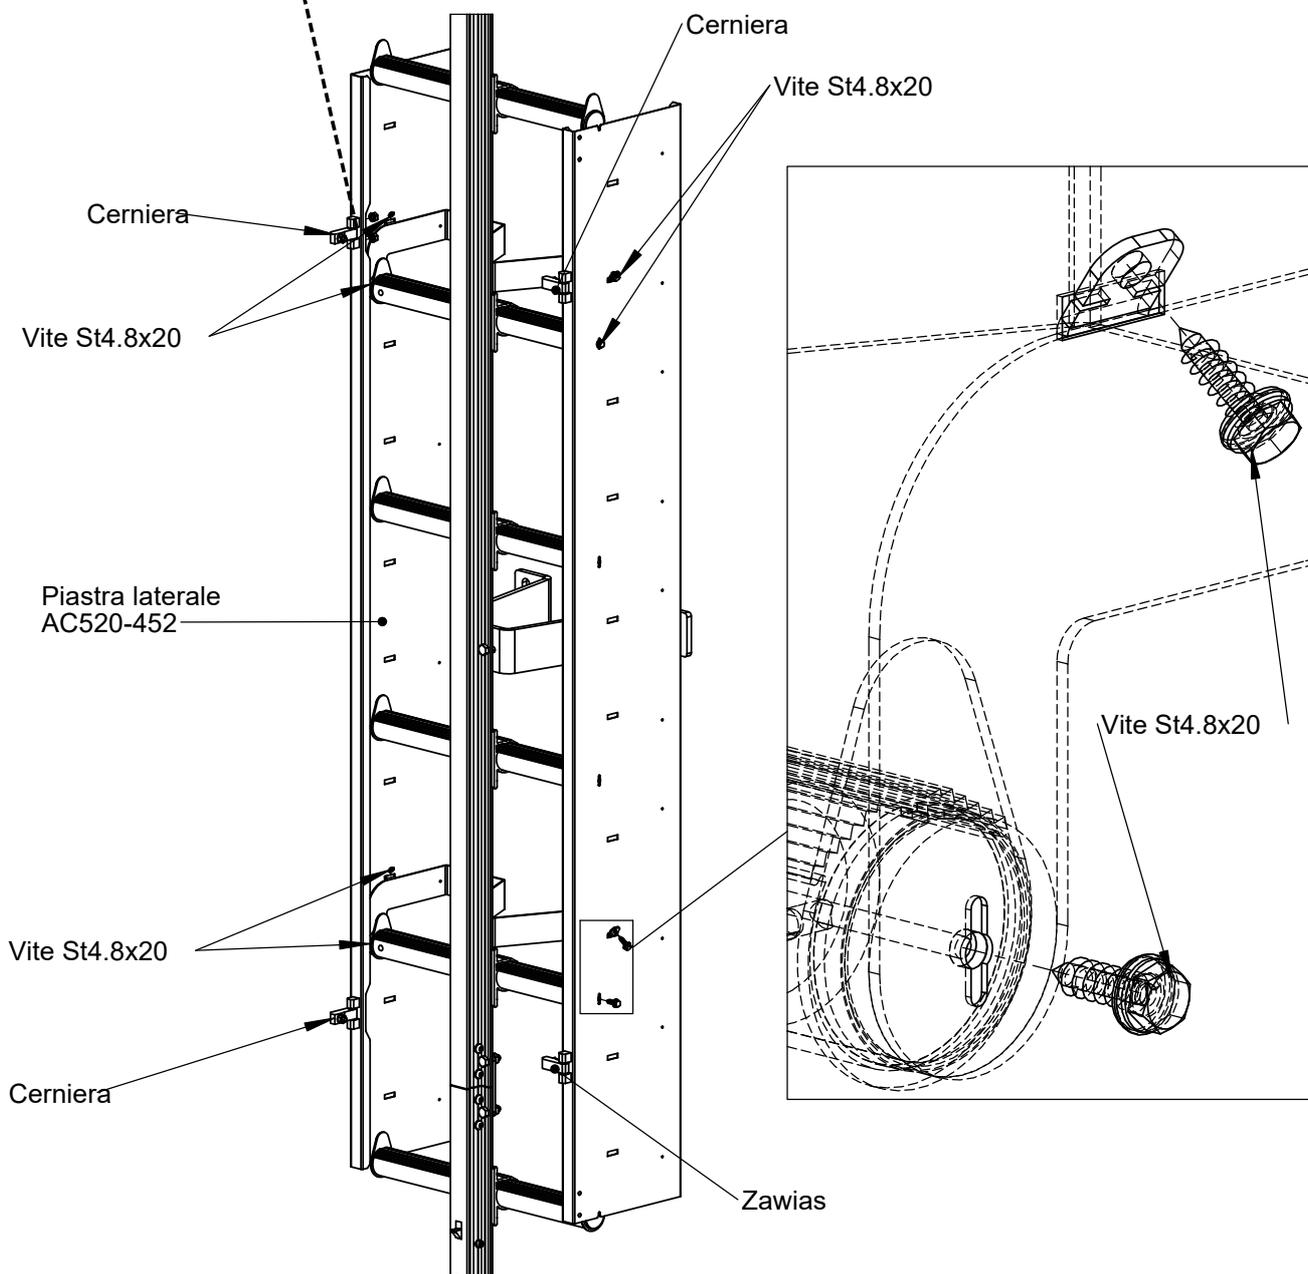

Fig. 9.3-6 Installazione delle piastre laterali AC520-452 sulle piastre di supporto, mediante quattro viti St4.8x20.
f) Installare le due piastre laterali AC520-452 per piastre di supporto, utilizzando otto viti St4.8x20 (Fig. 9.3-6). Appendere le piastre laterali sui frammenti piegati della piastra laterale.